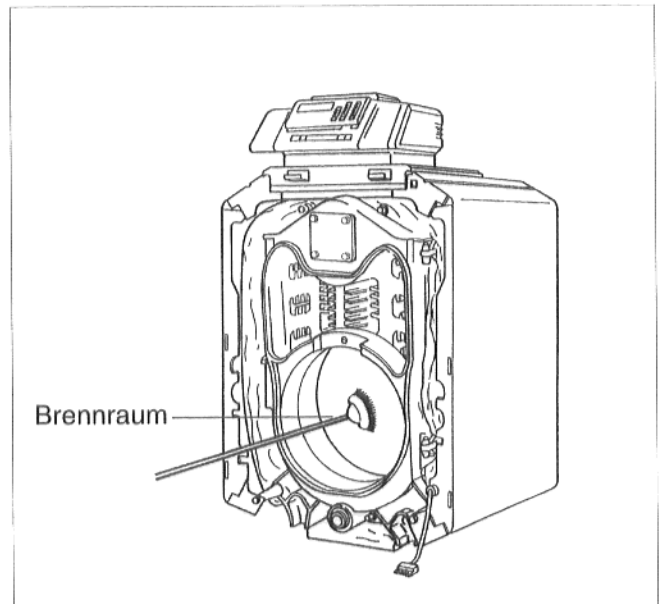

Abb. 45
- Mit der Reinigungsbürste (2) (abgewinkelter Stiel) den Brennraum reinigen (Abb. 45).